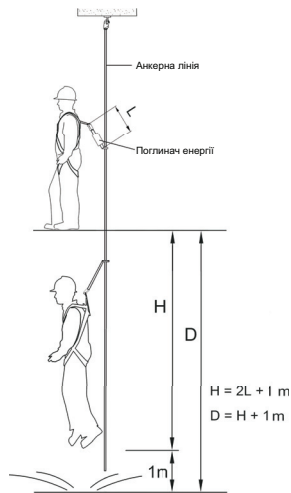

Fig. 1 Висота вповільнення та запас висоти для зупинення падіння
- Вимоги щодо максимальної висоти вповільнення H і щодо мінімального запасу висоти для зупинення падіння D див. на рис. 1 (L — довжина поглинач енергії)